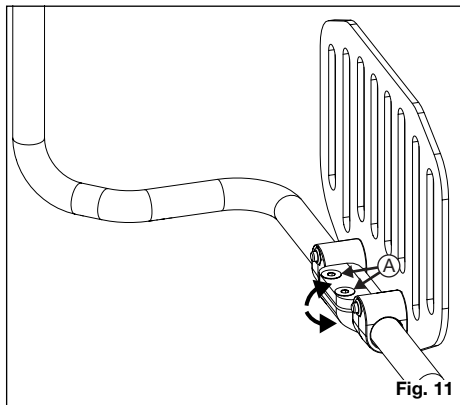

Fig. 11
3. Vri fotstøtten til ønsket vinkel og fest ved å stramme de to skruene på nytt (fig. 11:A).